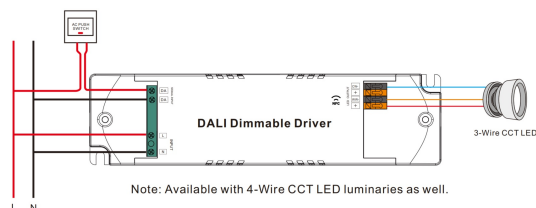

Рис.5. Схема проводки для подключения к PUSH Диммеру
2. Подключение к Push диммеру - см. рис. 5